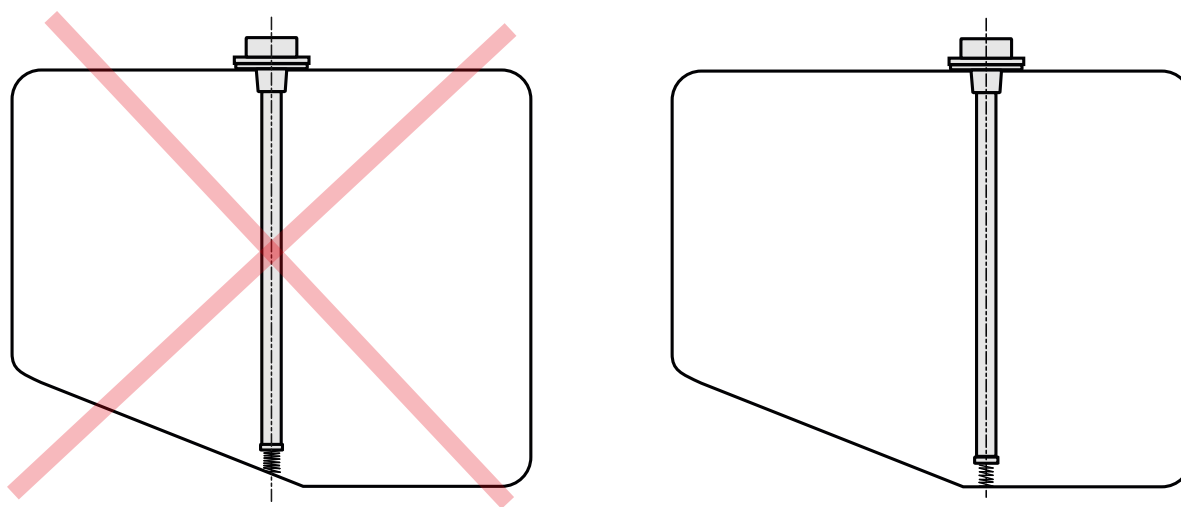

Рис.11. Пример установки датчика с пружинным донным упором
- Для обеспечения надежной и правильной фиксации измерительных трубок необходимо устанавливать датчик с донным упором строго перпендикулярно дну бака (**Рис.11**). Установка датчика с донным упором под любым другим углом относительно дна бака не допускается.